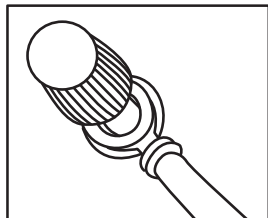

Fig. 1
- Desserrez l'écrou rouge **16** du convertisseur allume-cigare **1**. Faites passer l'anneau à fourche rouge du câble avec prise pour allume-cigare de voiture 12 V **12** avec l'ouverture sur le raccord vissé **7** (cf. fig. 1). Veuillez à ce que la rondelle se trouve entre l'anneau à fourche et l'écrou **16**.
12 V **12** avec l'ouverture sur le raccord vissé 12 V **8** (cf. fig. 1). Veillez à ce que la rondelle se trouve entre l'anneau à fourche et l'écrou **17**.
- Desserrez l'écrou rouge **16** du convertisseur allume-cigare **1**. Faites passer l'anneau à fourche rouge du câble avec la pince rouge **10** sur le raccord vissé 12 V **7** (cf. fig. 1). Veillez à ce que la rondelle se trouve entre l'anneau à fourche et l'écrou **16**.
- Desserrez l'écrou noir **17** du convertisseur allume-cigare **1**. Faites passer l'anneau à fourche noir du câble avec la pince noire **11** sur le raccord vissé **8** (cf. fig. 1). Veillez à ce que la rondelle se trouve entre l'anneau à fourche et l'écrou **17**.